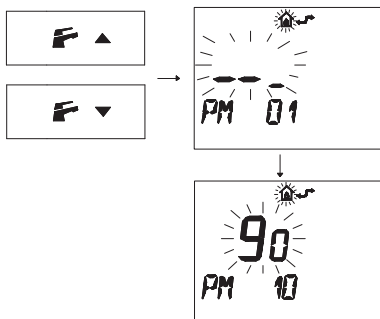

Рисунок 5.46
- Нажмите кнопку **F** ↓ или **F** ↑, чтобы вывести на дисплей код "PM10" для выбора частоты повторного включения (Рисунок 5.46).
Рисунок 5.46 показывает заданное значение **90**, которое соответствует повторному включению каждые 3 минуты.